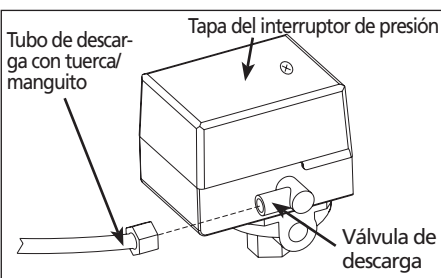

Figura 2
4. Quite el tubo de descarga de la válvula de descarga que se encuentra en el lado del interruptor destornillando la tuerca y tirando el tubo hacia afuera (vea la figura 2).